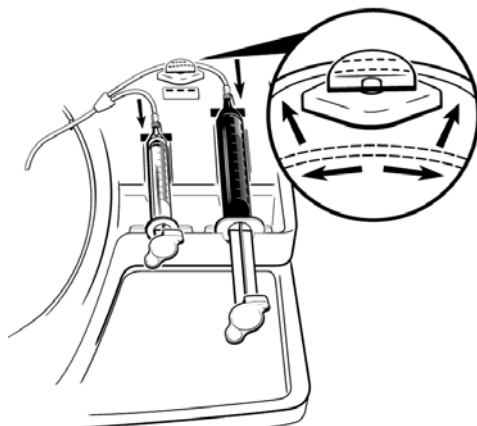

Figure 8. Tendre la tubulure de la seringue 2 et la fixer dans l'ouverture du clip.
22. Tendre légèrement la tubulure attachée à la seringue 2 et la fixer dans l'ouverture du clip (voir la Figure 8).